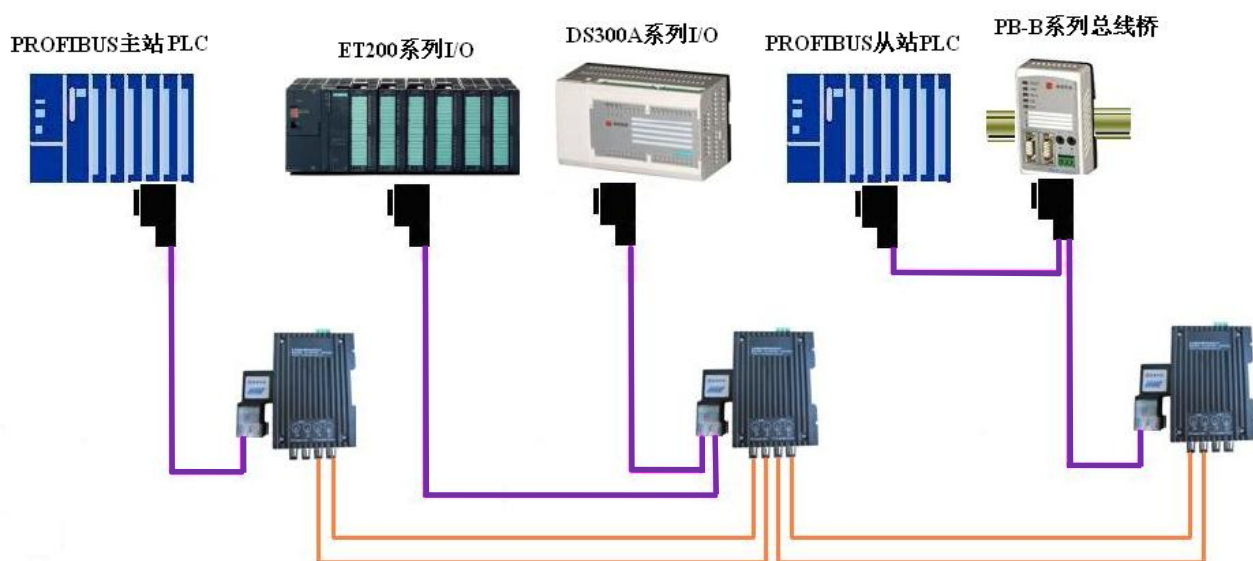

图 2-5 、PB-OLM-M2/T 总线型拓扑结构
如图 2-5 所示，为 PB-OLM-M2/T (C) 总线型拓扑结构，其中紫色线代表 PROFIBUS 电缆，橘色线代表光纤电缆。下面介绍一下 PROFIBUS 插头和光纤插头的安装注意事项。